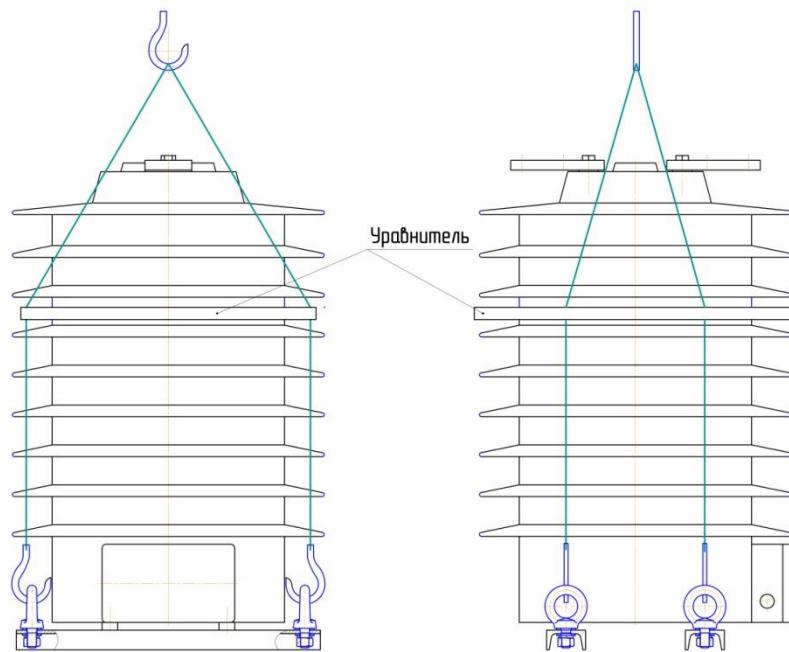

Рис. 2
8.5. При проведении такелажных работ по схеме строповки без упаковки (рис.2), стропы должны иметь резиновую или иную мягкую оболочку, не повреждающую поверхность трансформаторов, а также, обязательным требованием является наличие на стропах уравнителя, исключающего опрокидывание трансформатора.